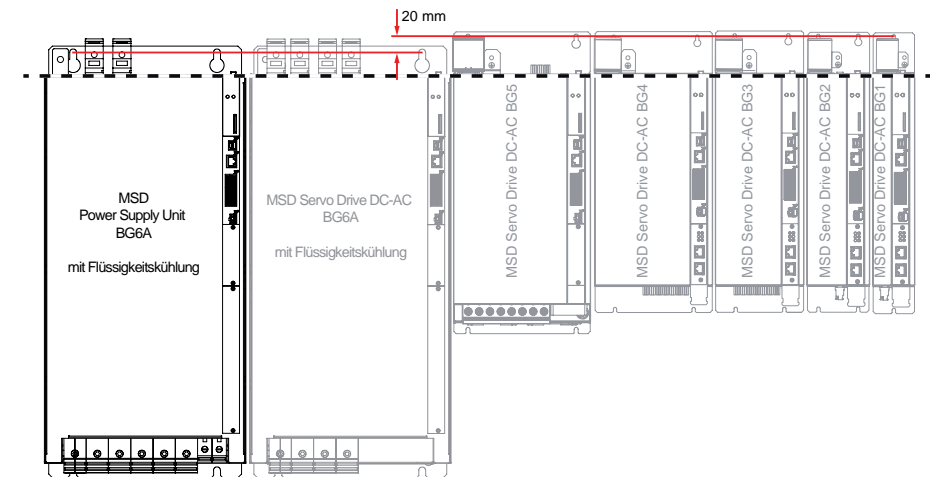

Bild 3.9 Anreihung Achsverbund mit Flüssigkeitskühlung und Versorgungseinheit BG6A
- Richten Sie alle MSD Servo Drive DC-AC und die Versorgungseinheit BG6A auf einer Linie entlang der Geräte-Oberkante aus (siehe Linie A in Bild 3.9). Versetzen Sie die Montagebohrungen des DC-AC-Servoreglers BG6A und der Versorgungseinheit BG6 um ca. 20 mm nach unten (siehe rote Linie B in Bild 3.9). Das ist notwendig, um die DC-Link Verbindungen durchführen zu können.